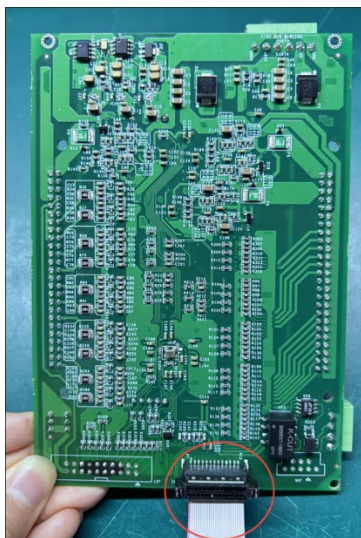

图 3-34：取下 PAD IO 板，断开背部连接器
3. 取下 PAD IO 板并断开背部的连接器，背部的连接器如图 3-34 所示；